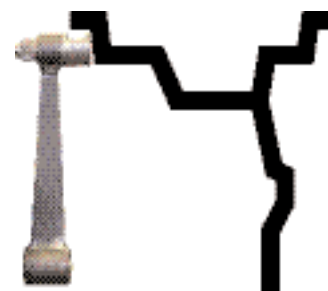

Рис. 10.1
10.2. Данная модель СБ снабжена устройством, позволяющим автоматически вводить дистанцию « $A$ ». Для этого необходимо, взяв за рукоятку, вытянуть из корпуса СБ штангу и подвести палец на конце рукоятки к месту установки корректирующих грузов на внутренней стороне обода (см. рис. 10.1) и удерживать штангу в этом положении до появления звукового сигнала, после чего возвратить штангу в исходное положение.